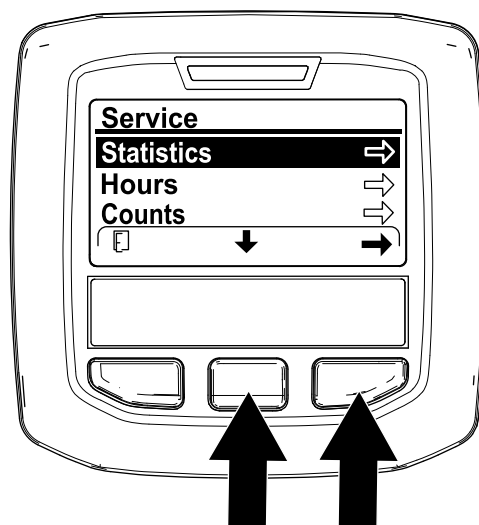

Figure 104
5. Dans l'écran ENTRETIEN, appuyez sur le bouton central de l'InfoCenter jusqu'à ce que l'option STATISTICS (statistiques) soit sélectionnée, puis appuyez sur le bouton droit (Figure 104).